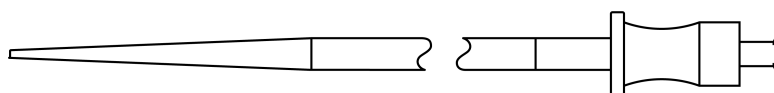

Figura 3: Dilatador
O sistema de colocação pulmonar Edwards SAPIEN 3 (Figura 2) facilita a colocação da bioprótese. Consiste numa bainha em linha, cateter-balão para a ativação da válvula cardíaca transcater Edwards SAPIEN 3, uma haste exterior e uma cápsula da válvula para cobrir a válvula cardíaca transcater durante a inserção e monitorização até à localização pretendida para a colocação. O sistema de colocação inclui uma ponta cônica para facilitar a passagem pelas estruturas cardíacas direitas. A cápsula da válvula e a ponta cônica têm um revestimento hidrofílico. É fornecido um marcador da haste de balão visual para ajudar a recapturar o balão. Está incluído um estilete no lúmen do fio-guia do sistema de colocação. O dilatador com revestimento hidrofílico 28 Fr (incluído com o sistema de colocação) é utilizado para pré-dilatar o vaso antes da inserção do sistema de colocação, se necessário (Figura 3).
• **Dilatador (Figura 3)**